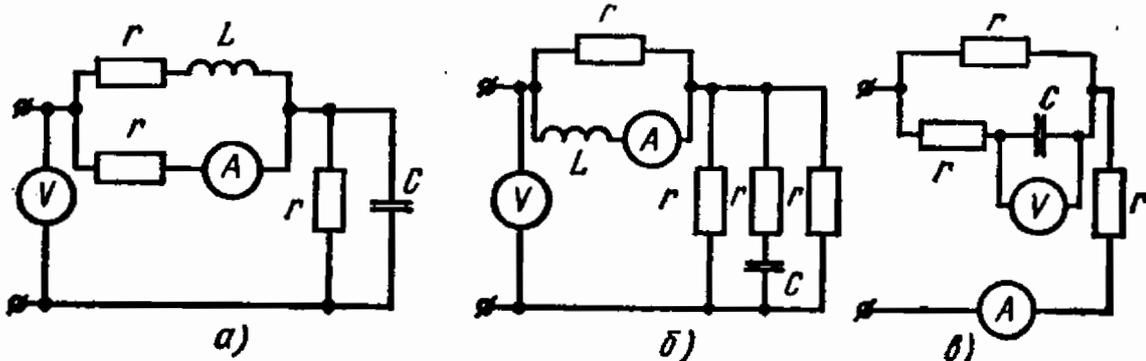

Рис. 8.12
8.12. Напряжение на входе цепи (рис. 8.12, а—в) содержит постоянную составляющую, основную и третью гармоники. Опре-